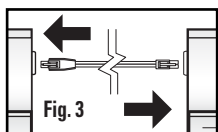

Fig. 3
3 Vous pouvez installer le luminaire de deux façons. Pour une installation à l'aide d'avant-trous, posez fermement le luminaire contre la surface de montage. Tout en le tenant en place, marquez l'emplacement des avant-trous sur la surface en tournant les vis jusqu'à ce qu'elles percent légèrement la surface. Percez les avant-trous des vis à l'aide d'un foret de 1/16 po. Fixez le luminaire à l'armoire en serrant les vis de montage dans les avant-trous percés. Vous pouvez également installer le luminaire sans percer d'avant-trous. Pour ce faire, tenez fermement le luminaire contre la surface de montage et tournez les vis de montage jusqu'à ce que le luminaire soit collé contre la surface (**fig. 3**).
3 Raccordez les luminaires supplémentaires en suivant les instructions décrites aux étapes 1 et 2 (**fig. 3**). Lorsque tous les luminaires auront été raccordés, insérez le connecteur du cordon d'alimentation dans le port d'alimentation à l'extrémité du dernier luminaire et la fiche avec mise à la terre dans la prise. **REMARQUE** : Chaque luminaire peut fonctionner individuellement. Pour ce faire, il suffit d'utiliser l'interrupteur situé sur chacun d'eux.
- 3  **Fig. 3** El ensamble se puede instalar de dos maneras. Para instalar usando orificios guía para tornillos, coloque el ensamble con firmeza sobre la superficie de montaje. Mientras la sostiene en su posición, marque las ubicaciones de los orificios guía en la superficie girando ambos tornillos hasta que traspasen la superficie. Con una broca para taladro de 1/16", taladre los orificios guía para los tornillos. Fije el ensamble al gabinete apretando los tornillos de montaje en los orificios guía taladrados. El ensamble también se puede montar sin los orificios guía, para esto coloque firmemente el ensamble sobre la superficie de montaje, luego gire los tornillos de montaje hasta que el ensamble quede bien ajustado en la superficie (**Fig. 3**).
Conecte otras lámparas siguiendo las instrucciones de conexión descritas en los pasos 1 y 2 (Fig. 3). Una vez que se conectaron todas las lámparas, introduzca el enchufe del conector del cable de alimentación en el puerto de alimentación que está en el extremo de la última lámpara y el enchufe de conexión a tierra en el tomacorriente. **NOTA:**